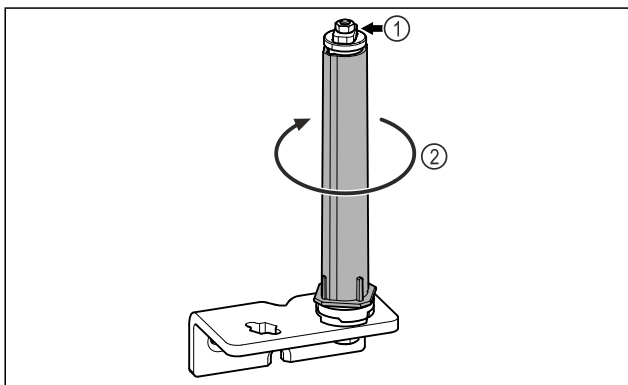

Fig. 29
- ▶ Не разглобявайте затварящата система на вратата Fig. 29 (1).
- ▶ Въртете затварящата система Fig. 29 (2), докато тя щракне.